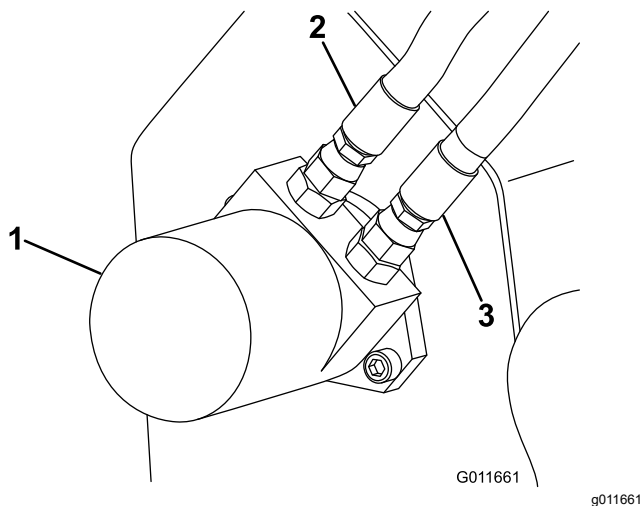

**Figure 17**
9. Branchez le flexible gauche sur l'orifice inférieur du moteur (Figure 17).
10. Branchez le flexible droit sur l'orifice supérieur du moteur (Figure 17).